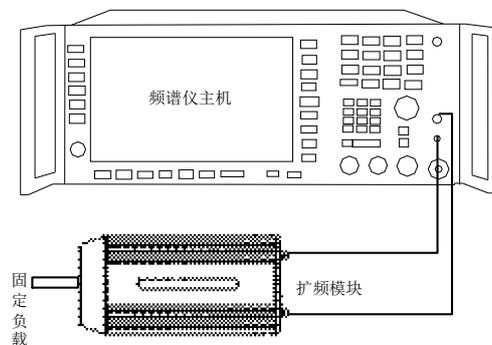

图 5.3 平均噪声电平测试框图
- 步骤 1. 按图 5.3 连接测试系统。打开各仪器电源,预热 30min。